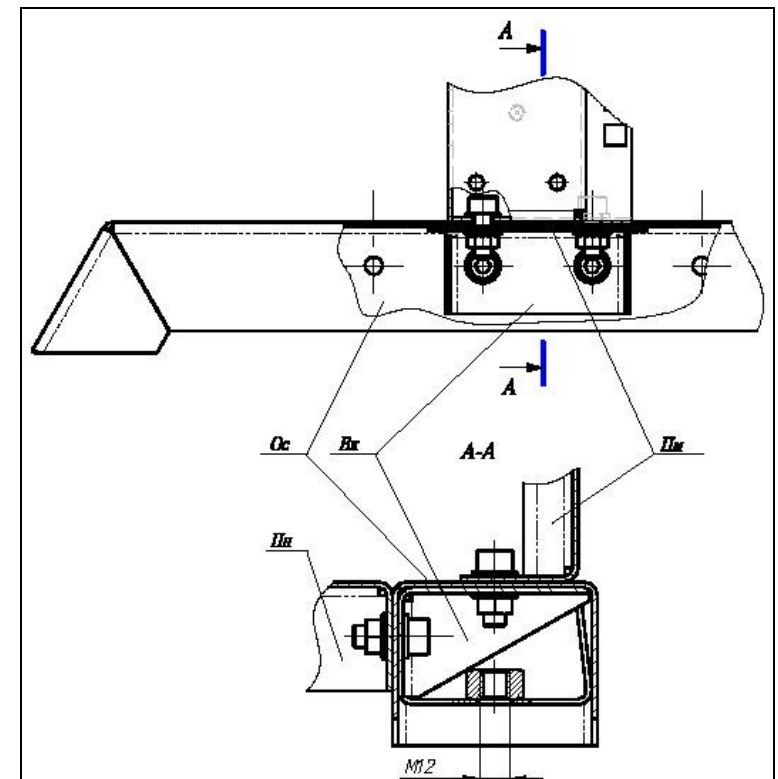

Рис.3. Установка вкладыша **Вк**.
- в основание **Ос** вставить вкладыш **Вк** (см. рис. 3)